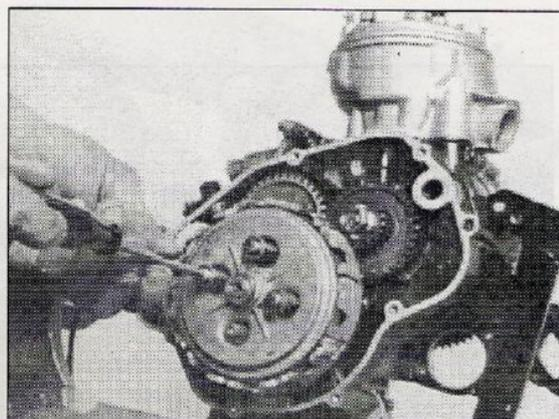
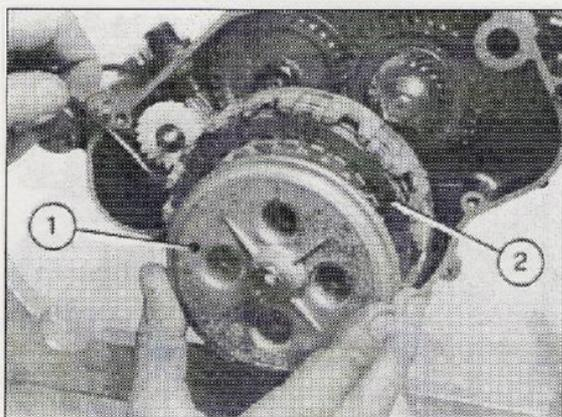
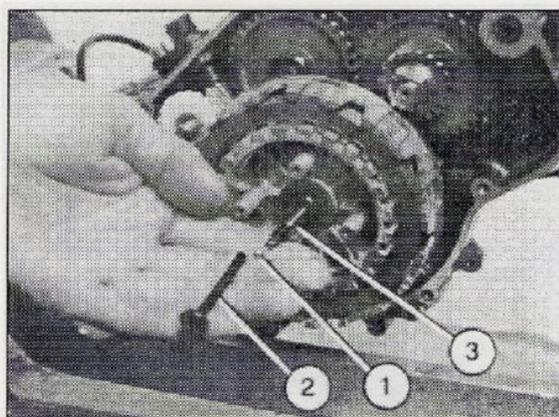

Fig. 4
Fig. 5
Fig. 6
8) **SVITARE** le viti che comprimono le molle frizione (Fig. 4), quindi sfilare il piattello frizione (1-Fig. 5) e tutta la serie dei dischi (2-Fig. 5); togliere inoltre lo spingidisco, la sfera, l'asta frizione (1-2-3-Fig. 6) che sono alloggiati nel foro centrale dell'albero primario cambio.
8) **UNSCREW** the screws that compress the clutch springs (Fig. 4), then remove the pressure plate (1-Fig. 5) and the all series of the clutch plates (2-Fig. 5); remove the push rod the ball and the clutch rod (1-2-3-Fig. 6) which are housed in the central hole of the main shaft.